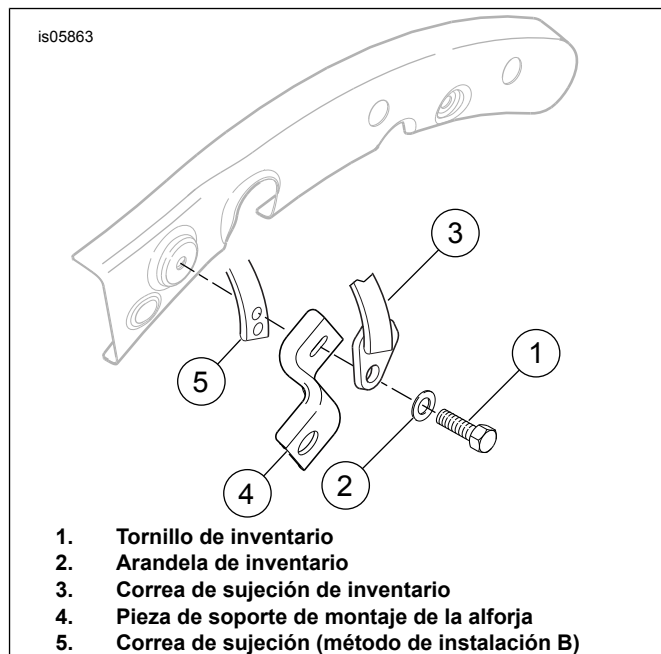
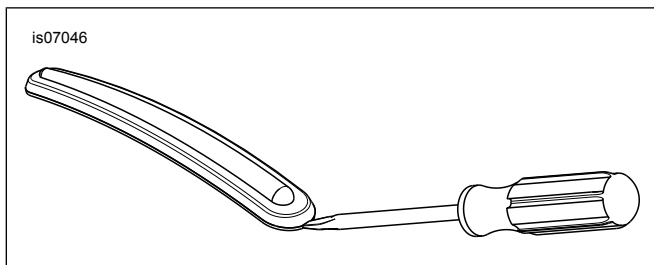

Figura 4. 2013 y anteriores: Quite la correa de sujeción y el kit de instalación 53051-09
Figura 5. Quite las cintas decorativas del guardabarros
2. Vea la Figura 4. Retire el tornillo (1) y la arandela (2) del lado izquierdo para quitar el soporte (4) y la correa de agarre del pasajero (3).
3. Retire el tornillo con la arandela de presión (D) de la parte trasera del asiento instalado actualmente.
4. **TODOS los kits excepto el 53051-09:** Retire las dos tuercas bridadas (E) de los pernos (F) cerca de la parte delantera del guardabarros trasero.
- b. Vea la Figura 5. Inserte la punta del destornillador entre el bisel cromado y la tira decorativa de goma.
4. Vea la Figura 4. Instale la correa de agarre (5) detrás del soporte de base de la alforja (4).